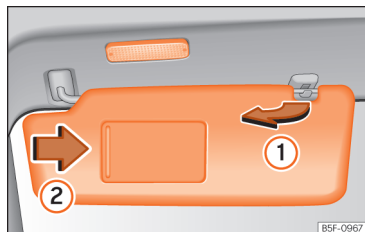

Fig. 88 Parasolarul
- Parasolarul poate fi scos din cadru și rotit spre ușă » » **fig. 88 (1)**.